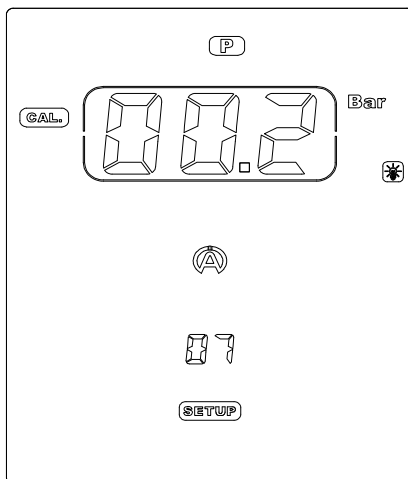

Ilustración 21
- Se recomienda calibrar el captor cuando el VISOR indica un valor de presión aunque no se haya introducido todavía ninguno en el Tyrecontrol (ejemplo: ilustración 21). El sensor del Tyrecontrol debe estar libre.